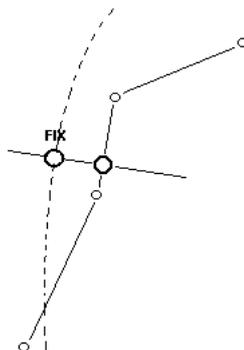

Рис. 21: Position fix
- Если в момент нажатия производилась проводка по маршруту, то в список его точек также будет вставлена точка с таким же именем, находящаяся на траверсе текущей точки. (Рисунок 21)